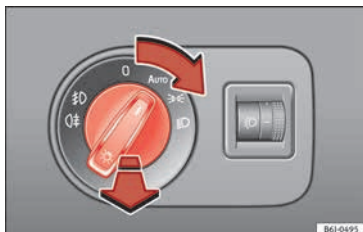

Abb. 30 Siehe Einbauort auf S. 7-8
- Lichtschalter in die gewünschte Position drehen »» Abb. 30.